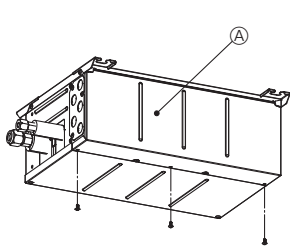
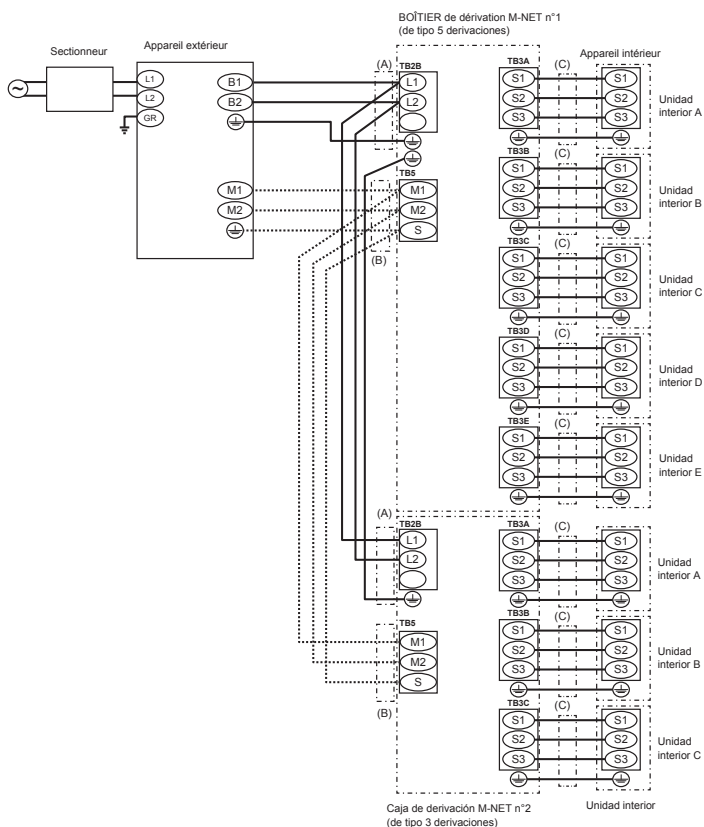

Fig. 8-1
Fig. 8-9
- (1) Retire la cubierta eléctrica. (Fig. 8-1)
- (2) Retire la cubierta de conducto.
- (3) Introduzca el cableado en la caja de derivación a través de la placa de conducto y fíjelo con la placa de conducto. (consulte el apartado 8.1.)
- (4) Conecte firmemente cada cable al bloque de terminales pertinente. (Fig. 8-9)
- (5) Configure el interruptor DIP. (consulte el apartado 8.3.)
- (6) Vuelva a colocar la cubierta eléctrica.
### 8.2. Procedimiento de cableado exterior (Fig. 8-9)